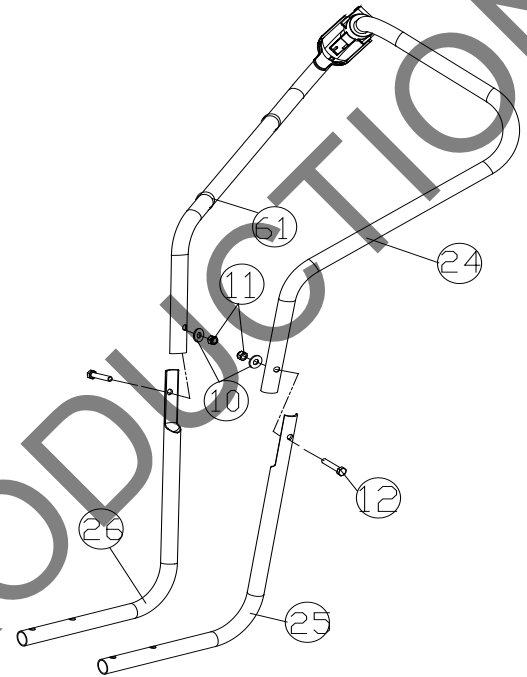

Fig. 1
1. Monteringsutrustningen för det övre handtaget finns på det nedre handtaget. Montera det övre handtaget (artikel #24) på de förmonterade nedre handtagen (artikel #25 och #26) genom att skjuta in det övre handtaget i det nedre handtaget. Använd en skruv (artikel #12), bricka (artikel #10) och låsmutter (artikel #11), för att fästa det övre handtaget i det nedre handtaget. Avsluta med att fästa den andra sidan av det övre handtaget med den inkluderade skruven och låsmuttern. Aim-and-Shoot™ är inte monterat och du måste rulla ut kabeln och fästa kuländen i spaken och montera kabeländan i hålet på sadelklämman med kabeln dragen genom öppningen. För att förhindra att kabeln skadas, använd tre buntband (artikel #61) för att fästa handtaget enligt bilden och se till att kabeln inte kommer i kontakt med däck. (Se Fig. 1)